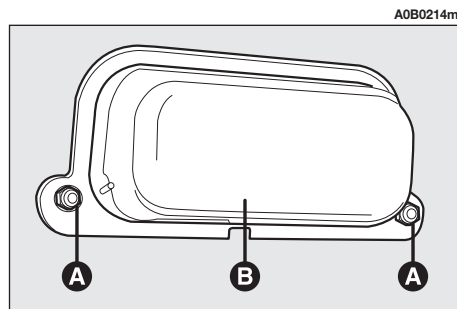

fig. 43
– Svitare i due dadi di fissaggio (**A-fig. 43**) e rimuovere il coperchio di protezione (**B-fig. 43**).
– Rimontare il coperchio di protezione (**B-fig. 43**) fissandolo con i dadi (**A-fig. 43**).